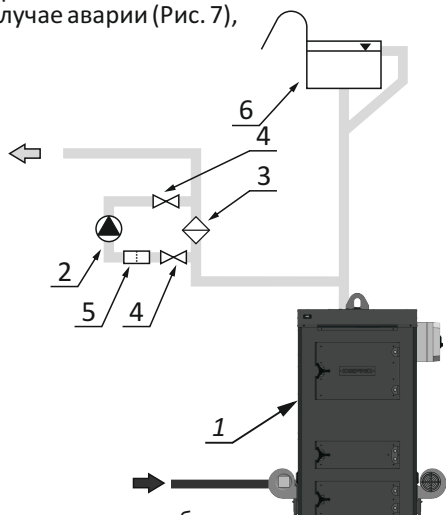

Рис. 7. Схема гравитационного обхода:
- 5) в случае использования насоса центрального отопления (рекомендация изготовителя для улучшения эффективности работы отопительной системы) необходимо подключить насос и "гравитационный обход", которые позволят использовать отопительную установку в случае аварии (Рис. 7),